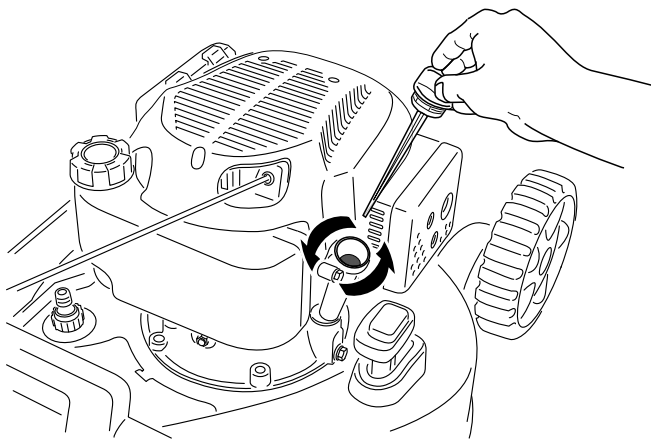

Figura 26
3. Girate il tappo in senso antiorario ed estraete l'asta di livello (Figura 26).
- Inclinate la macchina sul fianco (di modo che il filtro dell'aria si trovi in alto) per scaricare l'olio usato attraverso il tubo di riempimento (Figura 26).